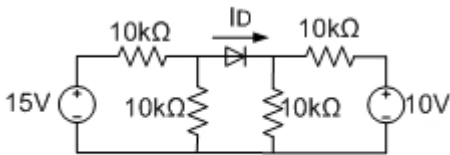

Figura 02
02. Observe a figura 02.
Considerando o circuito da figura 02, o valor da corrente “ID” no diodo ideal será de